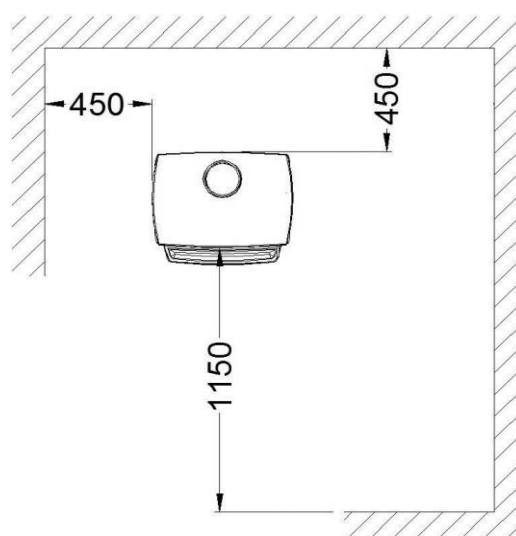

FIG. 6 - DISTANZE DI SICUREZZA
- Quando si installa la stufa, occorre ricordare le distanze di sicurezza necessarie, sia della stufa sia della canna fumaria, dalle superfici combustibili (pareti in legno o tappezzate, pavimento in legno, ecc.). La distanza di sicurezza deve essere rispettata quando il rivestimento delle pareti o delle zone nei pressi della stufa può essere soggetto a deterioramento o deformazione a causa della temperatura (vernici, pitture, PVC, ecc.). **Fig. 6**